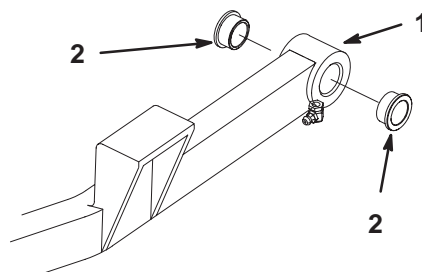

Bild 76
4. Stecken Sie einen Dorn in den Schubarm und treiben Sie die Büchsen vorsichtig heraus (Bild 76). Reinigen Sie die Innenseite des Schubarms.
5. Treiben Sie die neuen Büchsen mit einem Hammer und Flacheisen vorsichtig in die Enden des Schubarms (Bild 76).